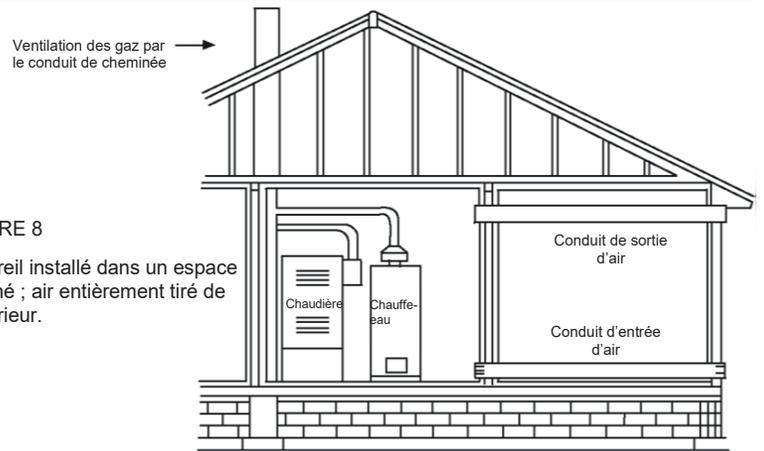

FIGURE 8
1. Lorsque ces ouvertures communiquent avec l'extérieur par des conduits horizontaux, chaque ouverture de conduit doit avoir une surface libre minimale de 6,5 cm2 (1 po2) pour un débit calorifique total de 2 000 BTU/h produit par tous les appareils installés dans la pièce (Figure 8).